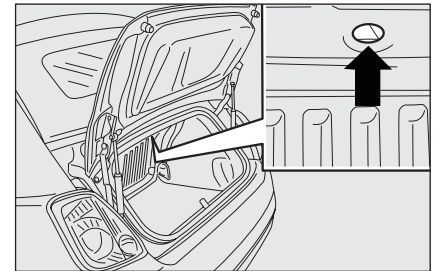

fig. 7
- Introduire la clé fournie dans le logement prévu qui se trouve à l'intérieur du coffre, au-dessous la plage arrière, à l'endroit indiqué sur la fig. 7.